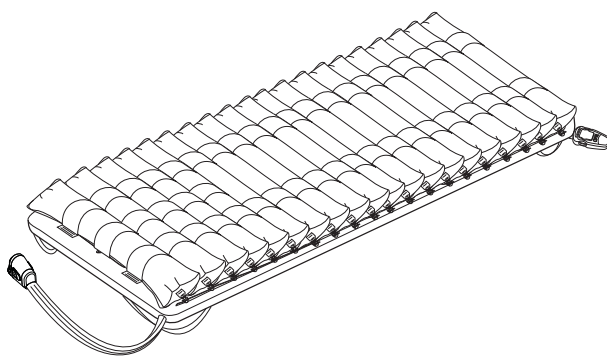

Figura 28
- las celdas del colchón queden hacia arriba (consulte la figura 28).